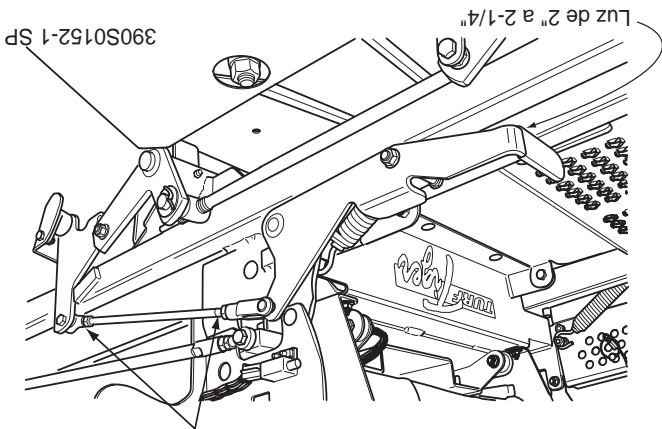

Figura 6-1 Ajuste del freno
2. Con la palanca de freno en la posición desconectada, revise la distancia entre la parte superior del tubo del bastidor y la parte inferior del mango del freno. La distancia debe ser de 2" a 2-1/4" (Vea la Figura 6-1). Si la distancia no es de la medida especificada, ajuste atornillando las contratuercas en ambos extremos de la varilla de control del freno y girando la varilla hasta que se alcance la distancia adecuada. (Vea la Figura 6-1). Apriete las contratuercas.